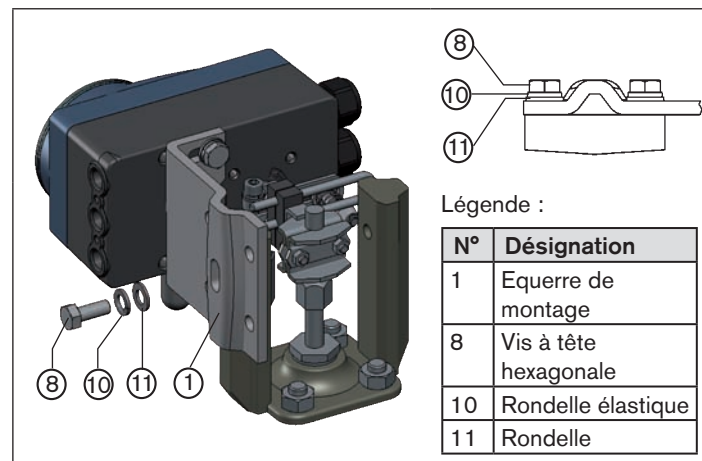

Fig. 10 : Fixer le type 8792/8793 avec l'équerre de montage pour les actionneurs avec cadre de fonte
→ Fixer l'équerre de montage sur le cadre de fonte avec une ou plusieurs vis à tête hexagonale ⑧, rondelles ⑪ et rondelles élastiques ⑩ (voir « Fig. 10 »).